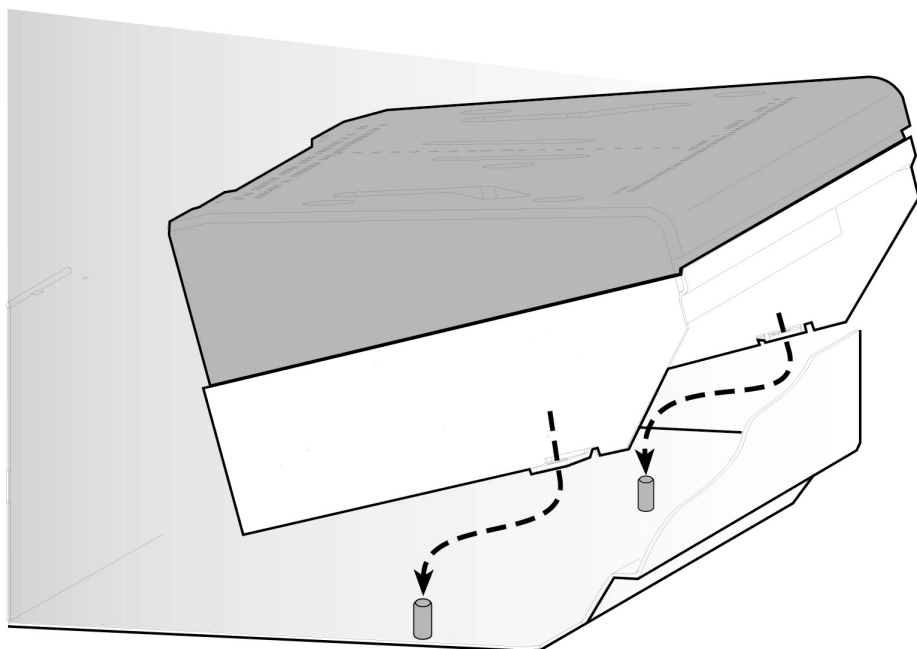

Figure 70. Montage du brûleur.
2. Inclinez l'ensemble du brûleur arrière, tel qu'illustré à la figure 70 pour l'engager avec les injecteurs dans la paroi arrière et les plateaux d'obturation sur le plancher du foyer. Installez l'assemblage sur le plancher engageant les crochets de retenue avant (A) avec les goujons de plancher adjacents (B).